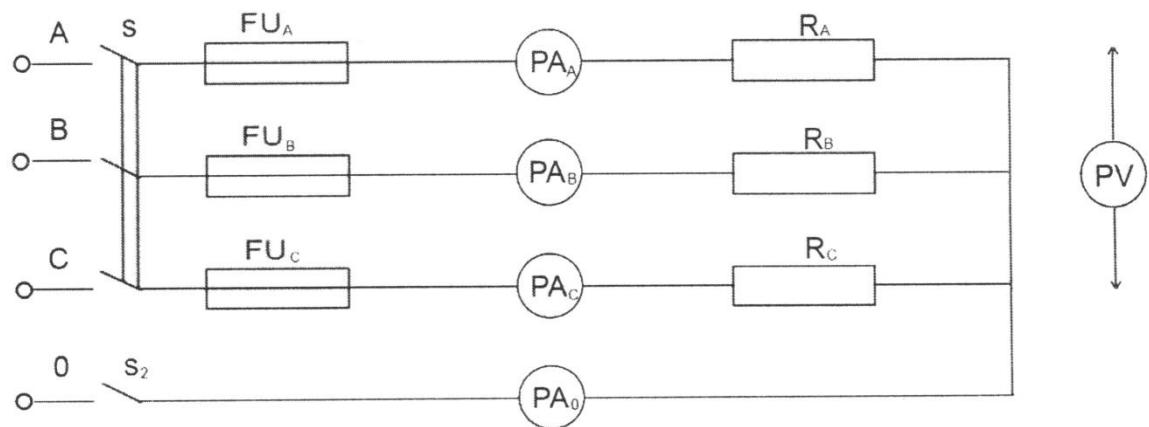

Рис. 1. Схема трехфазной цепи переменного тока.
1. Фазы трехфазного потребителя могут соединяться звездой или треугольником. В лабораторной работе исследуется активная нагрузка, соединенная в звезду (рис.1). Потребитель считается симметричным, если комплексы сопротивления его фаз равны.
2. Собрать электрическую цепь согласно предложенной схеме (рис.1).